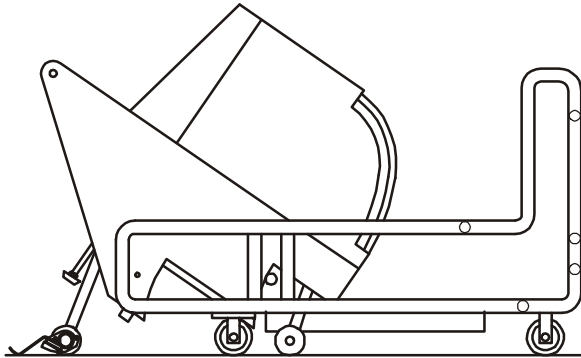

Bild 20: Einfahren in Wartungsstellung
Zur Wartung wird die Maschine nach Entfernen der Steckachse (46) aus dem Transportwagen mit der Deichsel nach hinten in diesen eingefahren (siehe Bild 20: Einfahren in Wartungsstellung).